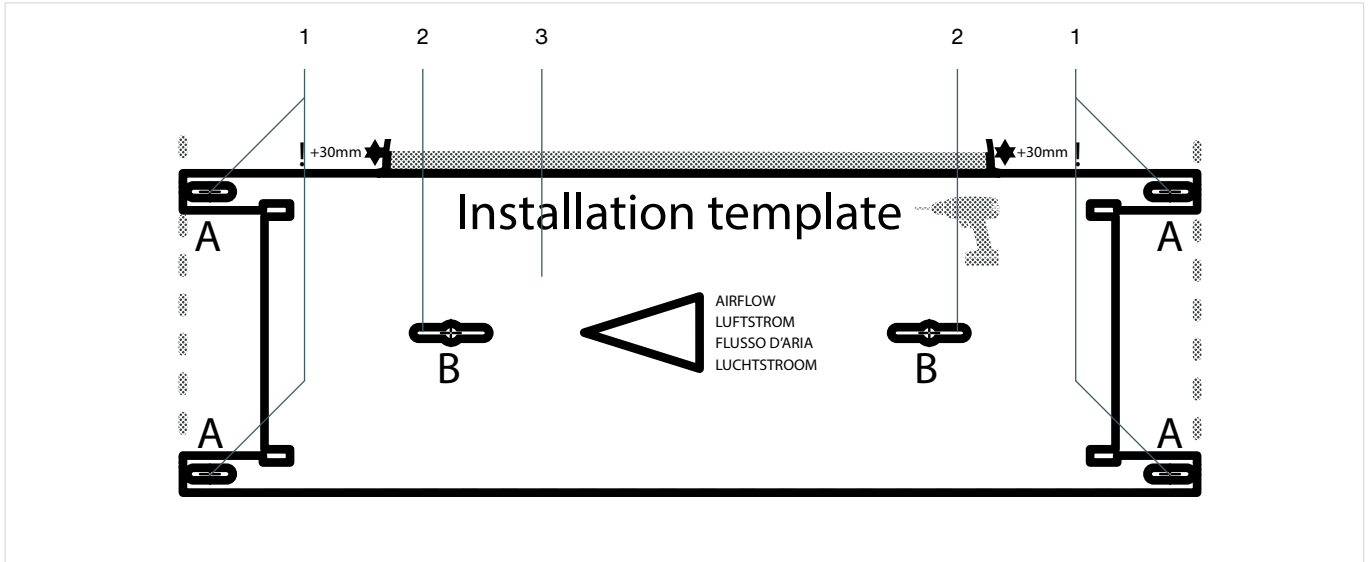

Fig. 5.4 – Bevestiging VM
1. Bevestig het VM-frame (Fig. 5.4, pos. 3) aan de wand of plafond met pluggen en schroeven volgens optie A (Fig. 5.4, pos. 1) of optie B (Fig. 5.4, pos. 2). Gebruik hierbij pluggen en schroeven die geschikt zijn voor de betreffende wand of plafond.